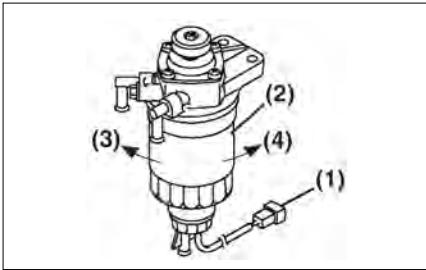

Рис. 5-14.
3. Отсоединить разъем датчика топливного фильтра (рис. 5-14, (1)).
6. Удалите топливный фильтр (рис. 5-14, (2)), поворачивая его влево (рис. 5-14, (3)). Вытрите все пролившееся топливо.
17. Установите новый топливный фильтр (рис. 5-14, (2)), поворачивая его вправо (рис. 5-14, (4)), пока он не коснется установочной поверхности. Затяните, сделав еще один поворот.
19. Вновь соедините разъем датчика топливного фильтра (рис. 5-14, (1)).